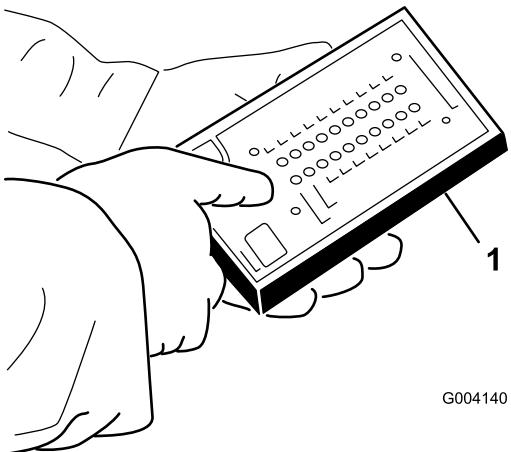

図 28
- ハーネスのループ・バック・コネクタ（図 28）に ACE 故障診断テスターを接続する。